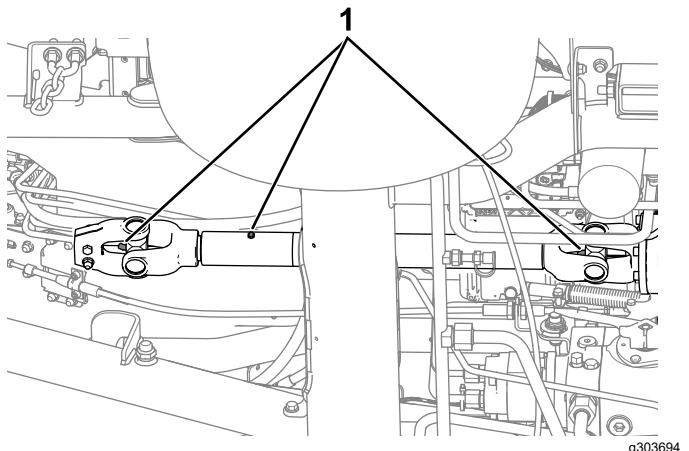

Bild 44
- Zapfwellen-Antriebswelle (Bild 44)